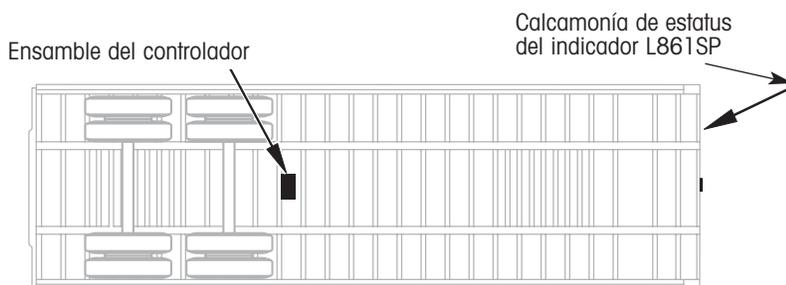

Figura 25. Localización recomendada para el ensamblaje del controlador y la calcomanía
1. Instale la calcamonía L861SP al frente del remolque, cerca del indicador (figura 25).